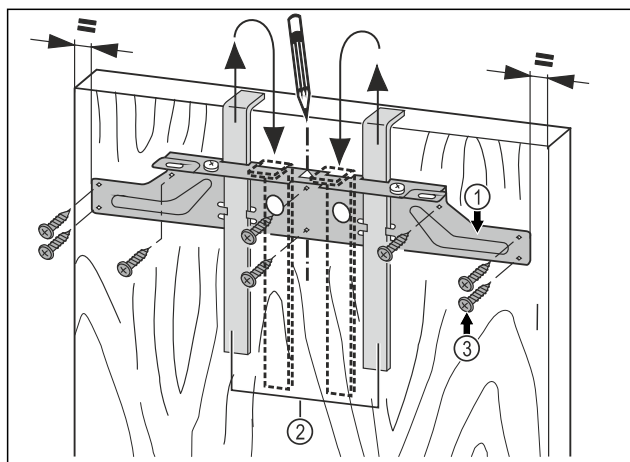

Fig. 45
- Upevňovací příčník Fig. 45 (1) zavěste pomocí montážních pomůcek Fig. 45 (2) na vnitřní stranu nábytkových dvířek.
- Upevňovací příčník Fig. 45 (1) vyrovnejte středově vůči dvířkům.
- Upevňovací příčník Fig. 45 (1) přišroubujte minimálně 6 šrouby Fig. 45 (3).
- Upevňovací příčník Fig. 45 (1) přišroubujte 4 šrouby Fig. 45 (3) na okraji.
- Montážní pomůcky Fig. 45 (2) vytáhněte směrem nahoru a zasuňte je obráceně do sousedních upínacích otvorů.